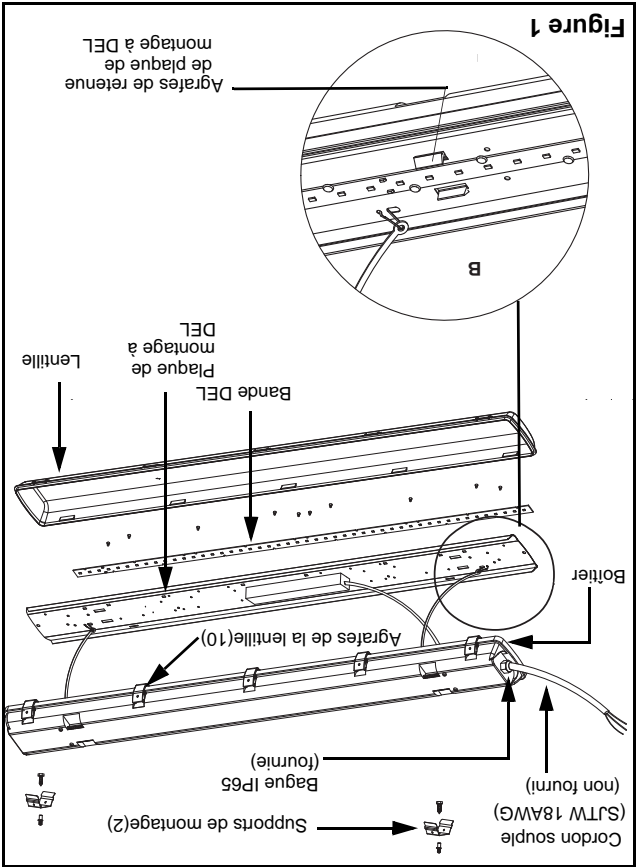

Figure 1
2. Dégager les agrafes de retenue de la lentille puis l'ouvrir (fig. 1).
3. Serrer les agrafes de retenue de plaque de montage à DEL puis le retirer du boîtier (fig. 1).
4. Enlever les agrafes de montage du jeu de pièces à l'intérieur du boîtier (fig. 1).